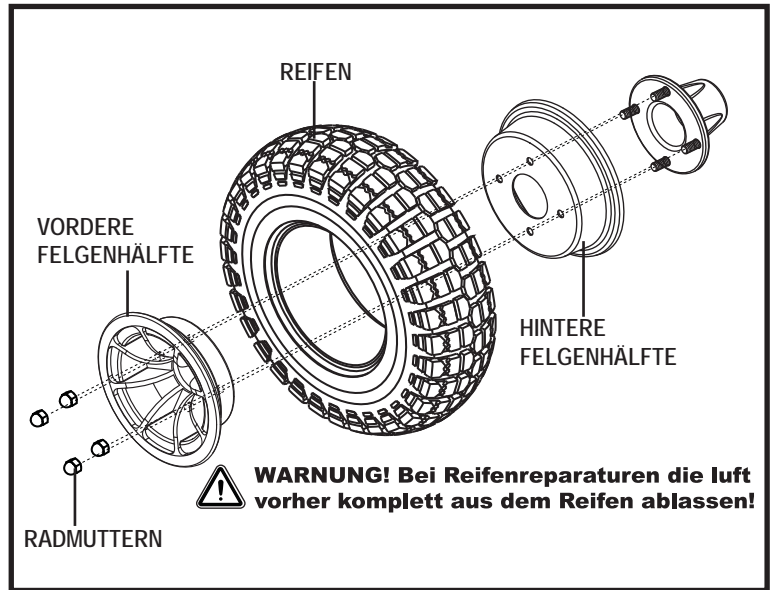

Abb. 19. R-MAX Antriebsrad auseinandergebaut
6. Entfernen Sie die Schrauben und trennen Sie die Vorder- und Hinterfelge. **Siehe Abb. 19.**
10. Setzen Sie die vier (4) Radmuttern wieder ein, und ziehen Sie diese an.